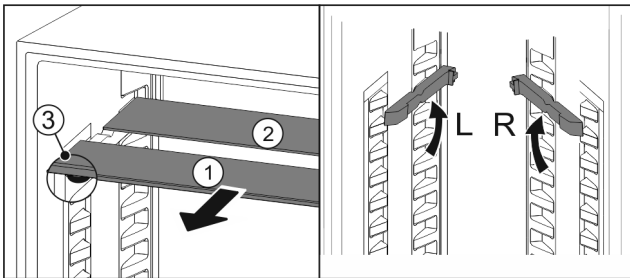

Fig. 130
- Glasplatten einzeln nach vorne herausziehen Fig. 130 (1).
- Glasplatte Fig. 130 (1) mit Zierleiste liegt vorne.
- Stopps Fig. 130 (3) zeigen nach unten.